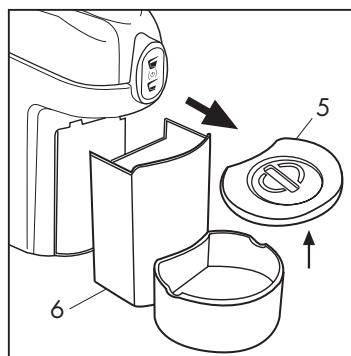
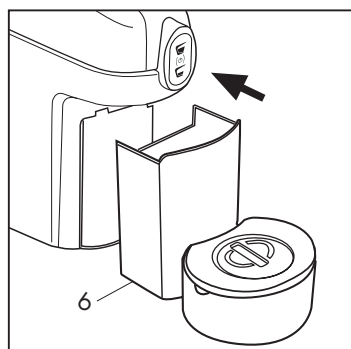

Fig. 10
Fig. 11
Pour effectuer cette opération, extraire le bac (6) et retirer la grille d'égouttement (5) (**Fig. 10**) Vider le conteneur à capsules, laver et rincer les éléments puis remettre en place le conteneur (6) dans son logement (**Fig. 11**)